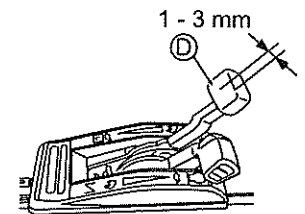

Fig. 27.
Ajuste a folga da alavanca de ajuste de velocidade (D) em 1 - 3 mm, como mostrado na fig. 27.